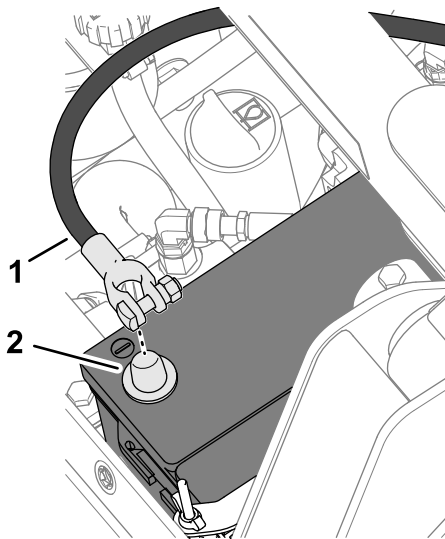

Bild 33
1. Montieren Sie das Minuskabel am Minuspol der Batterie (**Bild 33**), und ziehen Sie die T-Schraube und Mutter fest.